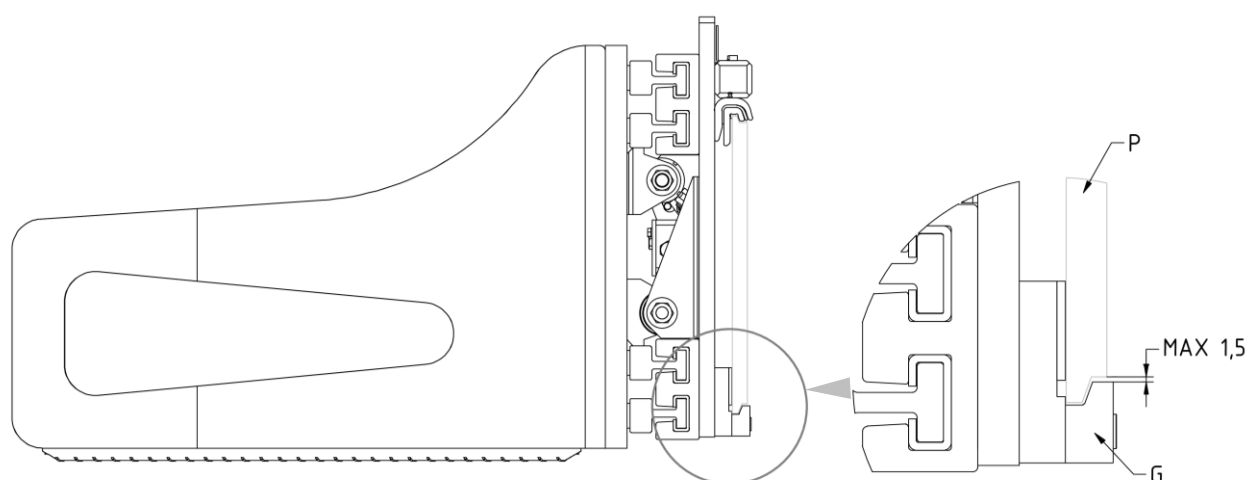

Figura 8
9. Atornillar los dos ganchos inferiores G para que su cuerpo quede enganchado debajo a la placa porta horquillas P (con un juego máximo de 1,5 mm, mira *Figura 8*), apretando con el par de apriete indicado en la *Tabla 4*.
3. Verificar la holgura entre la parte inferior de la plancha porta horquillas y los ganchos inferiores del implemento, verificando que sea como se indica en *Figura 4* (pag. 13) y *Figura 8* (pag.16) y, si es necesario, intervenir en el apriete de los tornillos que los sostienen